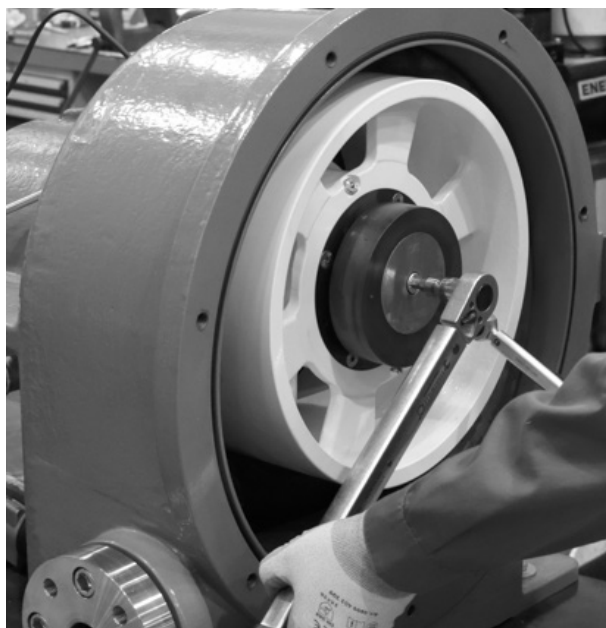

Abbildung 23.
6. Halten Sie den Drehmomentschlüssel und verriegeln Sie den Sicherungsdeckel mit der Befestigungsschraube (siehe *Abbildung 23.*). Verwenden Sie den Drehmomentschlüssel gemäß den Werten in Anhang A, 'Anzugsdrehmomente für LPP-T-Pumpen'.